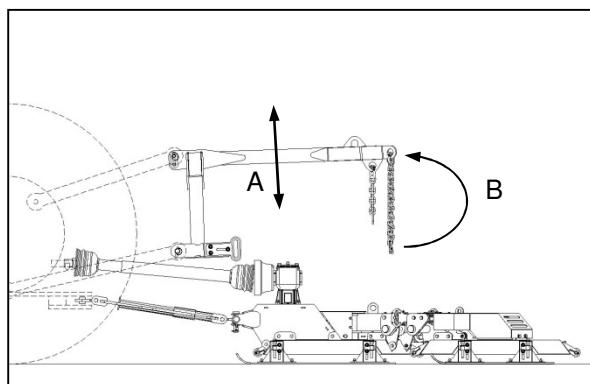

Fig. 3
- ✓ Lift die carrier frame to an acceptable safe working height (Fig. 3-A), and store die lifting chains by looping them back to their attachment points (Fig. 3-B).
- ✓ Lig die draraam tot 'n aanvaarbare veilige werkshoogte (Fig. 3-A), en stoor die oplikettings deur hulle aan hulle hegpunte te haak (Fig. 3-B).